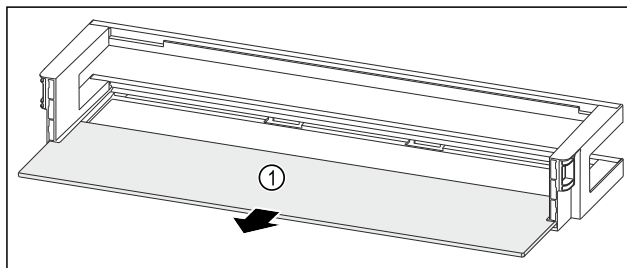

Fig. 50 Дверная полка со съемной полкой
- ▶ Извлеките съемную полку Fig. 50 (1).